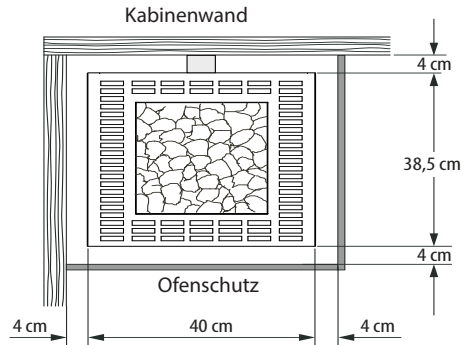

Abb. 2
- Bei der Montage des Saunaofens ist darauf zu achten, dass waagerechte (seitliche) Abstand zwischen Ofen und Kabinenwand mindestens **4 cm** beträgt (Abb. 2).